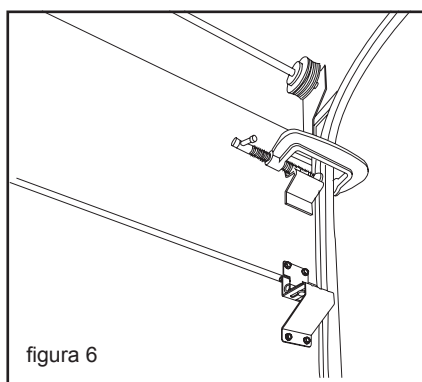
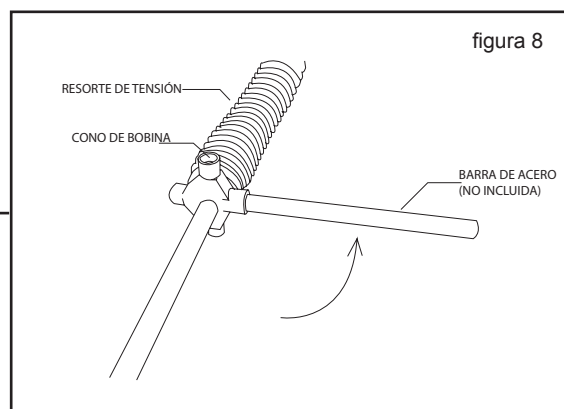

figura 6
figura 8
1. Cierre la puerta con seguro en la posición de CERRADO. Si lo desea, puede usar ya sea el seguro instalado en la puerta o unas abrazaderas, pinzas o alicates, tal como se muestra en la figura 6.
3. Introduzca una de las barras de acero en uno de los agujeros del cono de la bobina; sosténgala firmemente hacia arriba y desatornille los tornillos de presión (figura 8).
Mientras deja las pinzas bien apretadas sobre el eje y apoyadas sobre el muro, bloquee la puerta en la posición de cerrado con la ayuda de otras pinzas fijadas al riel vertical por encima de las rodachinas (figura 6). Afloje los tornillos de presión sobre el cono del resorte; luego, utilizando la barra (no incluida), gire el resorte dejando el cono de la bobina mirando hacia el techo (figura 8). Apriete los tornillos de presión sobre el cono de la bobina (gírelos media vuelta después de haber sentido presión en el eje).